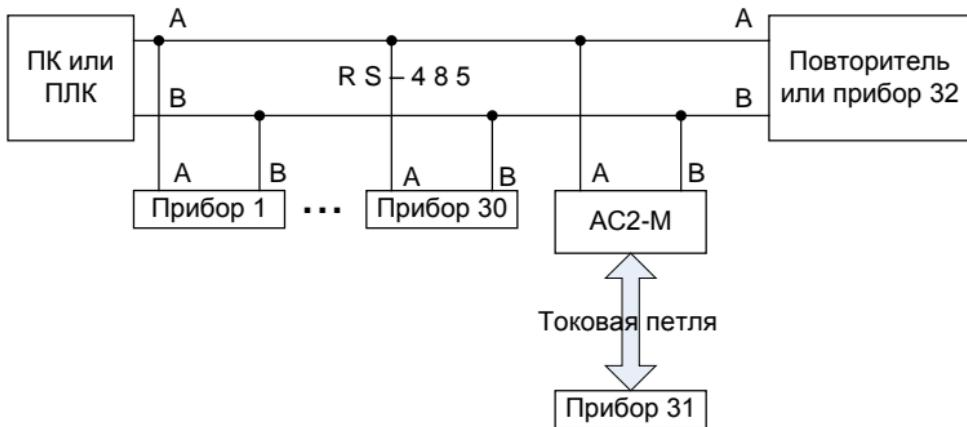

Рисунок 1.1 - Типовая схема промышленной сети на базе интерфейса RS-485
1.2 Интерфейс RS-485 наиболее часто используется в промышленных сетях. Он предусматривает передачу данных с помощью «симметричного» (дифференциального) сигнала по двум линиям (A и B) (рисунок 1.1) и использование дополнительной линии для выравнивания потенциалов заземления устройств, объединенных в сеть стандарта RS-485. Логический уровень сигнала определяется разностью напряжений на линиях (A – B), при этом логической единице соответствует диапазон значений напряжения от +0,2 до +5 В, а логическому нулю – диапазон значений от минус 0,2 до минус 5 В. Диапазон от минус 0,2 до +0,2 В соответствует зоне нечувствительности приемника. При использовании указанного интерфейса максимальная длина линии связи между крайними устройствами может составлять до 1200 м. Количество приборов в сети не должно превышать 32.